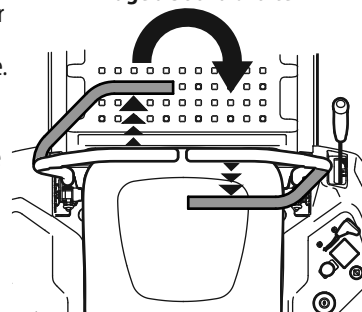

Figure 31
2. Pour tourner à droite, poussez la barre de conduite gauche vers l'avant et tirez la barre de conduite droite vers l'arrière. Voir Figure 31.